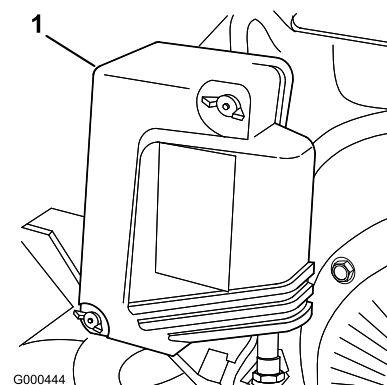

Figura 23
2. Togliete i dadi ad alette che fissano il coperchio del filtro dell'aria al filtro, togliete il coperchio, e pulitelo accuratamente (Figura 23).